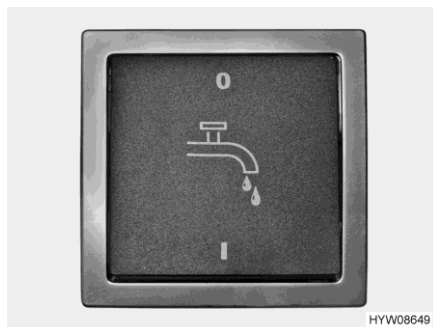

Fig. 153 Interruptor (bomba de agua)
- ▷ Antes de poder utilizar la grifería para agua, deberá estar conectada la alimentación de 12 V en el panel y la bomba de agua en el interruptor (Fig. 153). De lo contrario la bomba de agua no funciona.